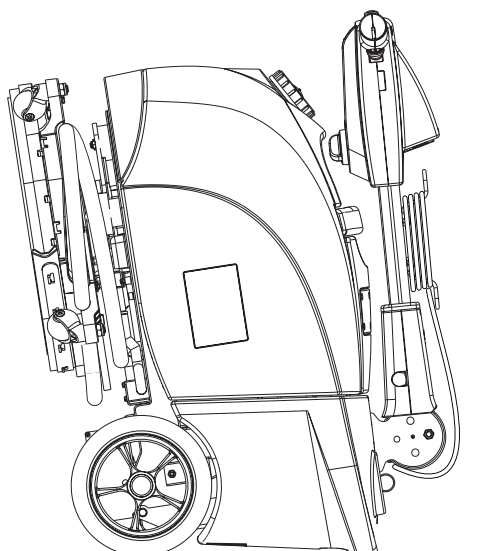

Figura 3
2. Abrir la tapa (4) y desconectar el conector de la batería (7).
4. Para proteger el cepillo y los cauchos de la boquilla girar el manillar (1) adelante y aparcar la máquina como indicado en la figura 3.